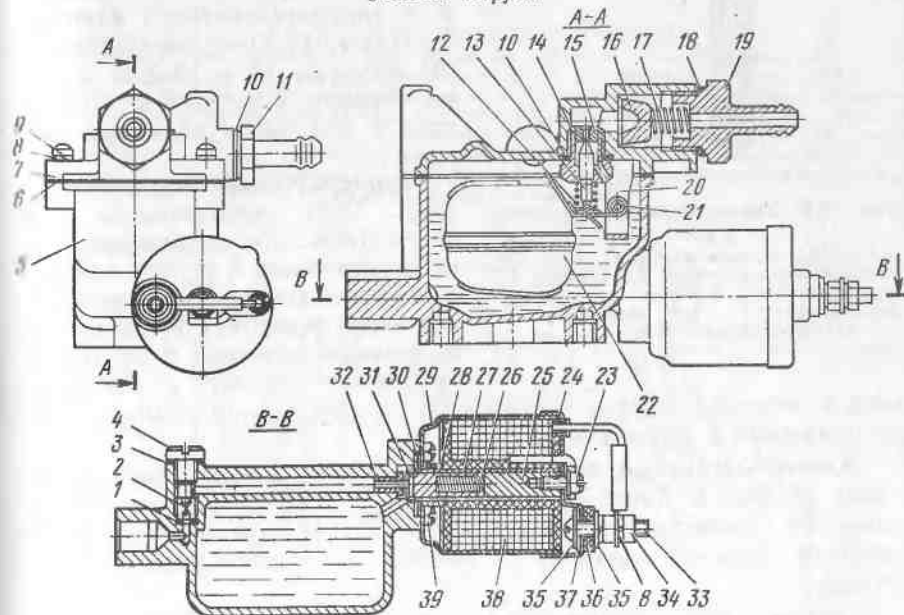

Рис. 218. Регулятор подачи бензина:
**Регулятор подачи бензина** обеспечивает постоянный приток топлива в камеру сгорания и состоит из корпуса 5 (рис. 218), поплавка 22 с запорной иглой 13, топливного фильтра 16, жиклера 2 и электромагнитного клапана.
При разборке регулятора подачи бензина необходимо отвернуть винты крепления крышки, снять поплавок 22 (см. рис. 218), отвернуть штуцер 19, снять фильтр 16 и продуть его сжатым воздухом; вывернуть пробку 4 и жиклер 2, прочистить жиклер стальной проволокой диаметром не более 0,2 мм.